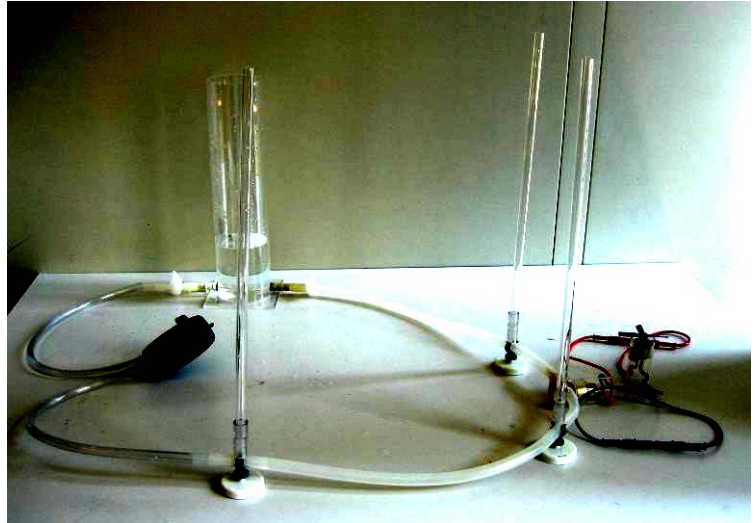

Abb. 15: mit eingebautem Wassergenerator
**Versuchsaufbau:** Abbildung 15, zunächst jedoch ohne Steigröhre.
Bauen wir an verschiedenen Stellen „Steigröhren“ ein (Abb. 15), so können wir die Druckverhältnisse im Stromkreis „sichtbar“ machen.